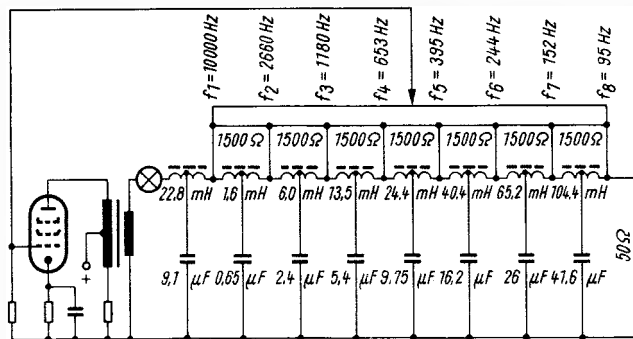

Bild 15. Schaltungsbeispiel für einen Phasenschiebegerator mit großem Durchstimmbereich
Den Vorzügen des RC-Generators steht als Nachteil die Tatsache entgegen, daß der Durchstimmbereich – ohne Umschaltung – bei etwa 1 : 5 bis 1 : 7 liegt. Durch die Schaltung nach Bild 15 läßt sich der Durchstimmbereich auf den gleichen Wert wie bei einem Schwebungssummer bringen.
4.1 Berechnungsbeispiel (Bild 15)
Der Transformator am Eingang der Kette dient der Anpassung. Um eine Phasenverschiebung durch ihn möglichst zu vermeiden, ist er für hohe Selbstinduktion, geringe Streuung ausgelegt; zur Verhinderung der Vormagnetisierung durch den Röhrengleichstrom ist dieser entweder durch eine zweite Wicklung (nach Bild 15) zu kompensieren oder LC-Ausgang zu wählen.